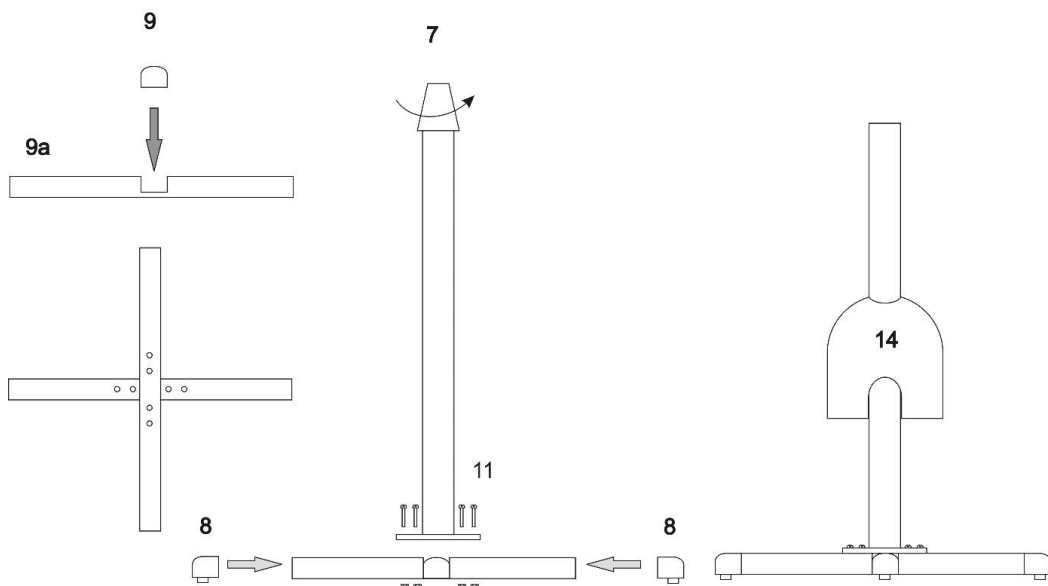

Рис. 3
3. Смонтировать стойку вентилятора Рис. 3